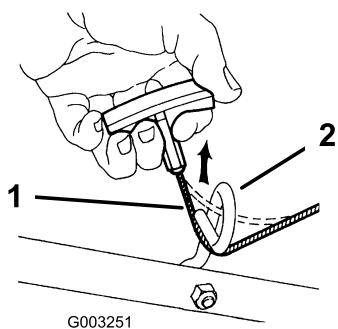

Figure 4
1. Faites passer le câble du lanceur dans le guide-câble sur le guidon (Figure 4).